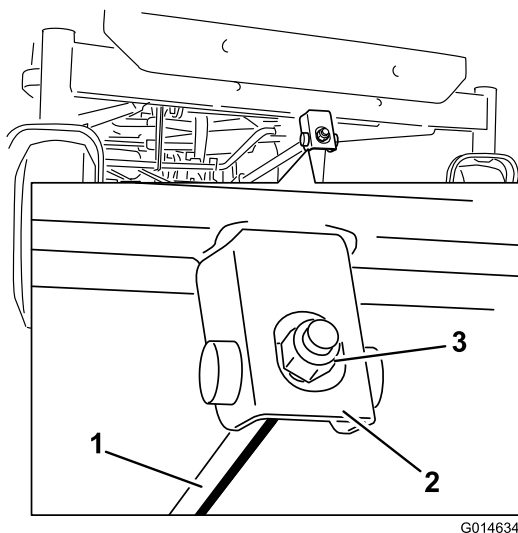

Figura 64
6. Per regolare l'inclinazione longitudinale della lama, ruotate il dado di regolazione nella parte anteriore del tosaerba (Figura 64).